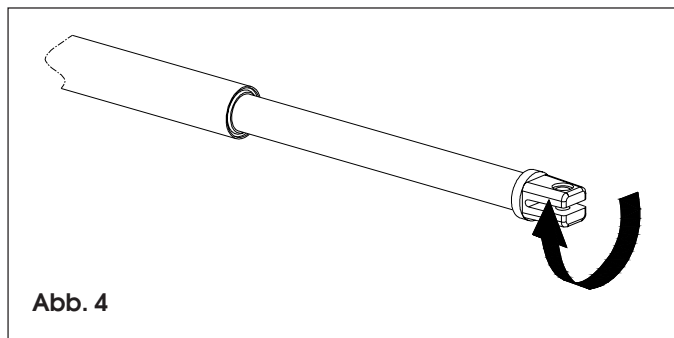

Abb. 4
- 4) Spindel bis zum Anschlag ausfahren (Abb. 4).
- 6) Die Antriebsstange um eine halbe Umdrehung / um eine Umdrehung im Uhrzeigersinn drehen (Abb. 4).